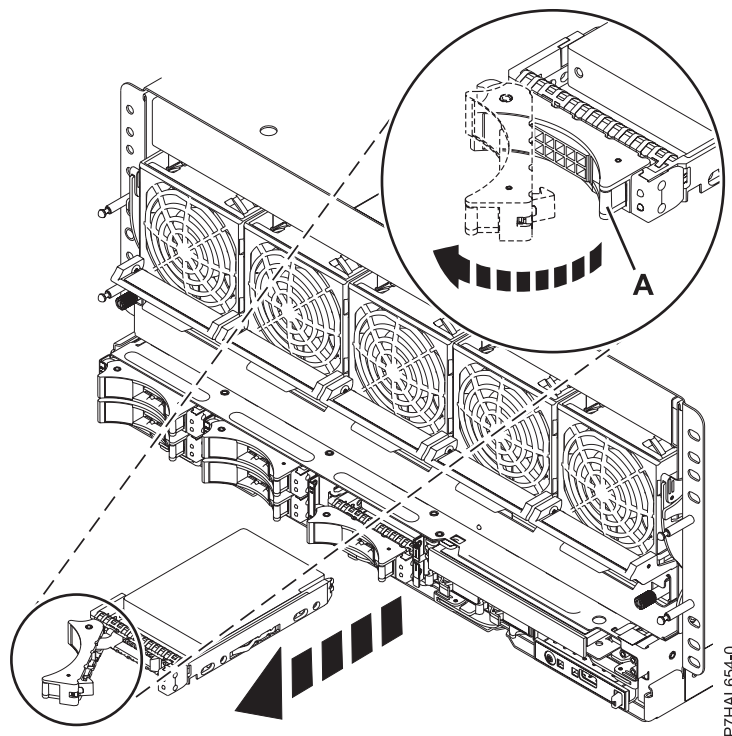

Figura 18. Extracción de una unidad de disco del sistema
3. Cuando el LED de identificación se encienda de manera fija, desbloquee el asa de la unidad ejerciendo presión y tirando de ella hacia usted, como se muestra en Figura 18. Si el asa no está extendida del todo, la unidad de disco o la unidad de estado sólido no se puede deslizar hacia fuera del sistema o de la unidad de expansión.